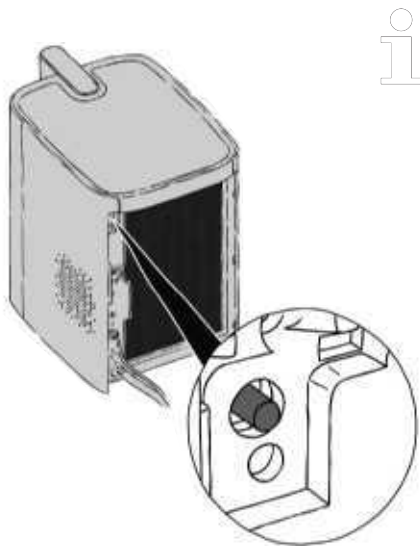

Abb. 18
2. Halten Sie die Menütaste (Abb. 18) ca. 5 Sekunden gedrückt.